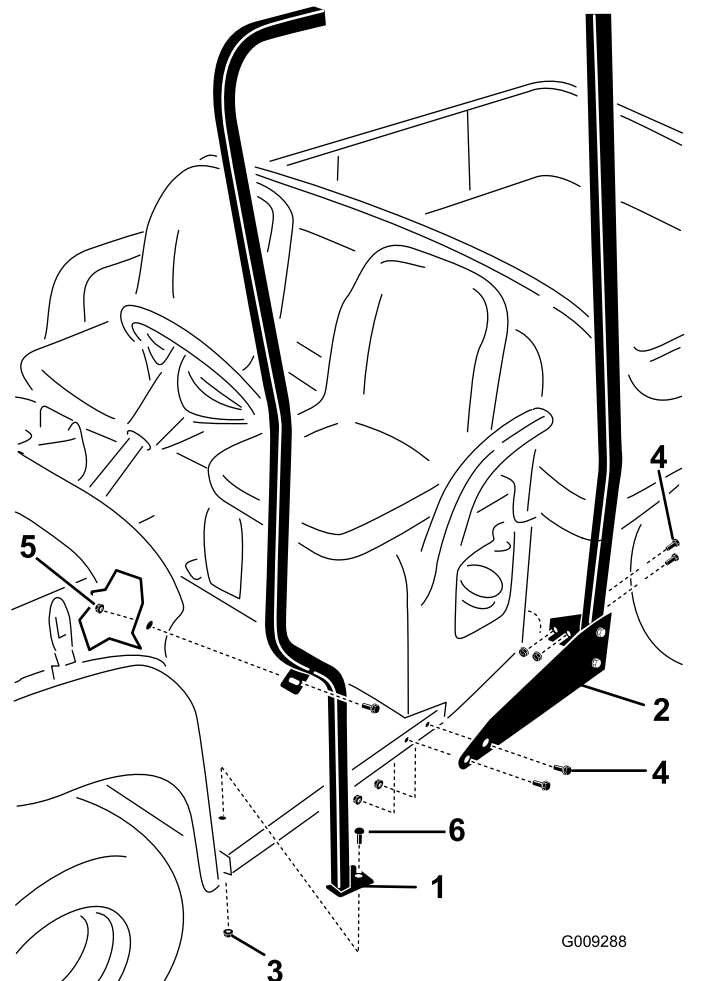

図 3
- B. 後チューブとサポートブラケットアセンブリを車両に仮止めするボルト5/16 x 1 インチ8本、フランジナット5/16 インチ8個を使用して図3のように取り付ける。
2. 図3のように、左前サポートチューブを車体に取り付ける。
6. サッシュボードを車両左側の前フレームサポートに固定している後ボルトとナットを取り外す 図 3。
7. 前サポートを車両のフロアに仮止めする 図 3。